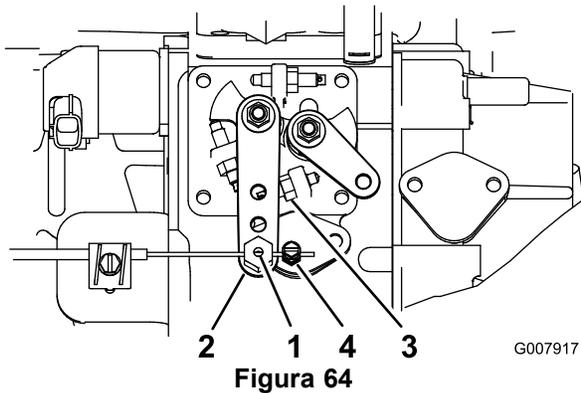

Figura 64
2. Desaperte o dispositivo de ligação, no cabo do regulador, junto da alavanca da bomba de injeção (Figura 64).
3. Mantenha a alavanca contra o bloqueio intermédio superior (Figura 64).